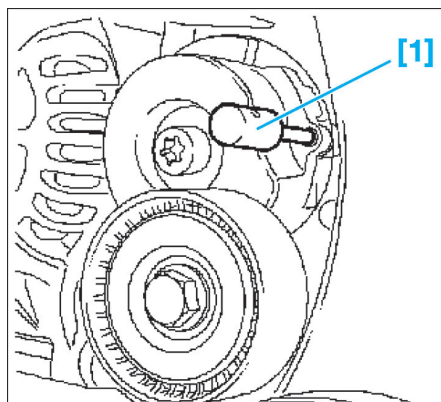

Fig. 1
- [1]. Pige de blocage du galet tendeur de courroie d'accessoires (ref. KM-6130) (Fig.1).
- Tendrer le dispositif de tension de courroie d'accessoires dans le sens horaire, puis insérer l'outil [1] afin de bloquer le dispositif de tension (Fig.1).